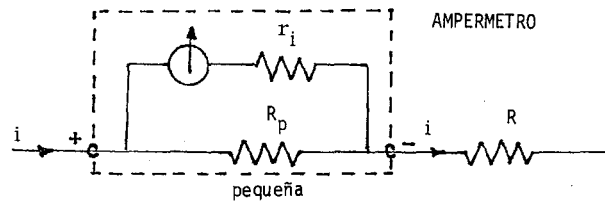

FIGURA 4
2.- AMPERMETRO.- Si se desea medir la intensidad de corriente que pasa por la misma resistencia, ha de conectarse una resistencia muy pequeña en paralelo con la bobina como se indica en la figura 4.